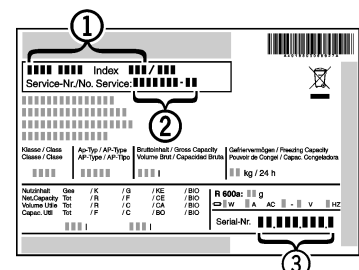

Fig. 9
- ▶ Noter la désignation de l'appareil Fig. 9 (1), le n° service Fig. 9 (2) et le n° série Fig. 9 (3) figurant sur la plaque signalétique. La plaque signalétique se trouve à l'intérieur de l'appareil, à gauche.
- ▶ Informer le service après-vente et communiquer le dysfonctionnement, la désignation d'appareil *Fig. 9 (1)*, le n° service *Fig. 9 (2)* et le n° série *Fig. 9 (3)*.